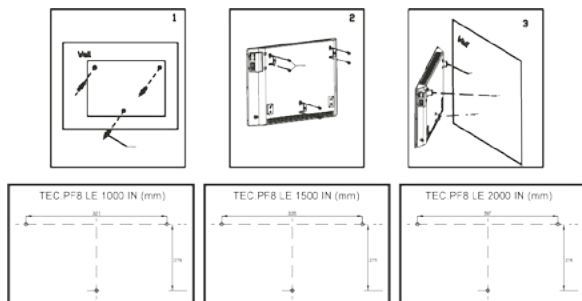

Рис. 4
4. Согласно рис. 4 просверлите отверстия необходимого диаметра, вставьте дюбели, и закрутите установочные винты.
5. Подвесьте конвектор на кронштейны и проверьте надёжность крепления (см. рис. 4).